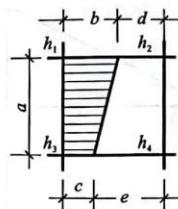

图 1-11 两挖两填方格
3) 方格相邻的两个角点为挖方，另两个角点为填方，见图 1-11，其填方部分的土方量为